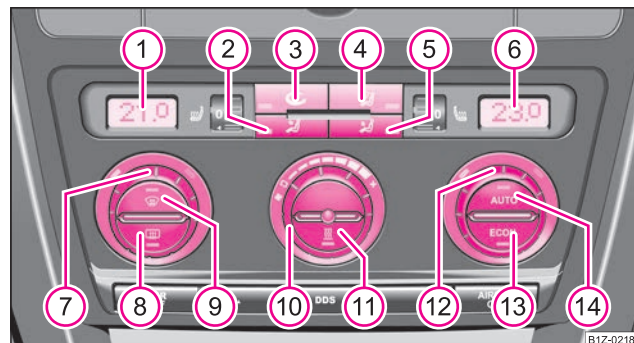

Fig. 125 Climatronic: Elementos de mando
- Pulse la tecla **AUTO** ⇒ página 112, fig. 125.
Pulse y mantenga pulsadas las teclas **ECON** y **AUTO** ⇒ página 112, fig. 125. En el display aparecerán los datos en la unidad de medida deseada de la temperatura.
- Pulse la tecla  ⇒ página 112, fig. 125.
Si se empaña el parabrisas, pulse la tecla   ⇒ página 112, fig. 125. Cuando el parabrisas se haya desempañado, pulse la tecla **AUTO**. ■
- Girar el regulador giratorio (10) ⇒ página 112, fig. 125 hacia la izquierda (disminuir el número de revoluciones del ventilador) o hacia la derecha (aumentar el número de revoluciones del ventilador).